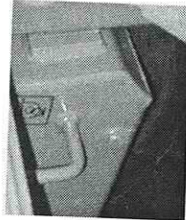

Figura 35 Tapón de drenaje
3. Si el nivel está bajo, agregue fluido por el tapón de llenado y comprobación; (Figura 35) hasta que el nivel de aceite llegue al agujero del tapón de comprobación. Vuelva a instalar los tapones.
2. Quite el tapón de drenaje en cada cárter de las cadenas (Figura 35) y drene el aceite en un recipiente apropiado.